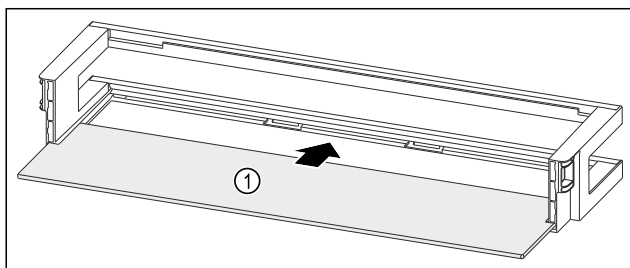

Fig. 95 Vratna polica z odlagalno polico
- Odlagalno polico Fig. 95 (1) vstavite v stranske utore.